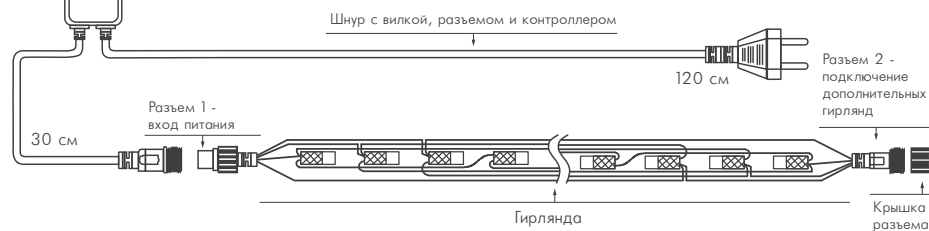

Рисунок 1. Схемы подключения.
- 3.2. Подключите гирлянду к сети питания АС 230 В, используя специальный шнур питания из комплекта поставки (см. Рисунок 1), и проверьте ее работоспособность. Для гирлянд, снабженных контроллером, проверьте работу контроллера во всех режимах, переключая их кнопкой на корпусе.